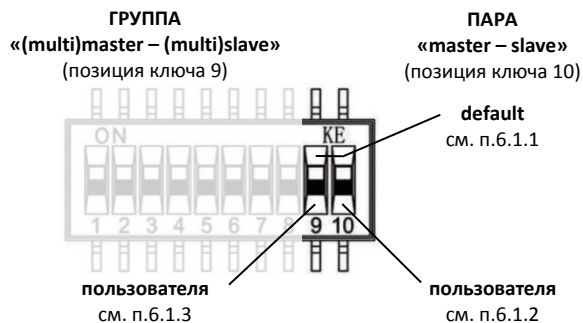

Рис. 2 Положение ключей, отвечающих за конфигурацию комплекта.
a. Ключ 10 и Ключ 9 установите в положение **default** (см. Рис. 2).
Полностью аналогична заводской default-привязке, но позволяет применять в паре устройства с несоответствующими номерами ID. Исходная конфигурация – **default**, далее выполните (см Рис. 2):
Исходная конфигурация – **default**, далее выполните (см Рис. 2):